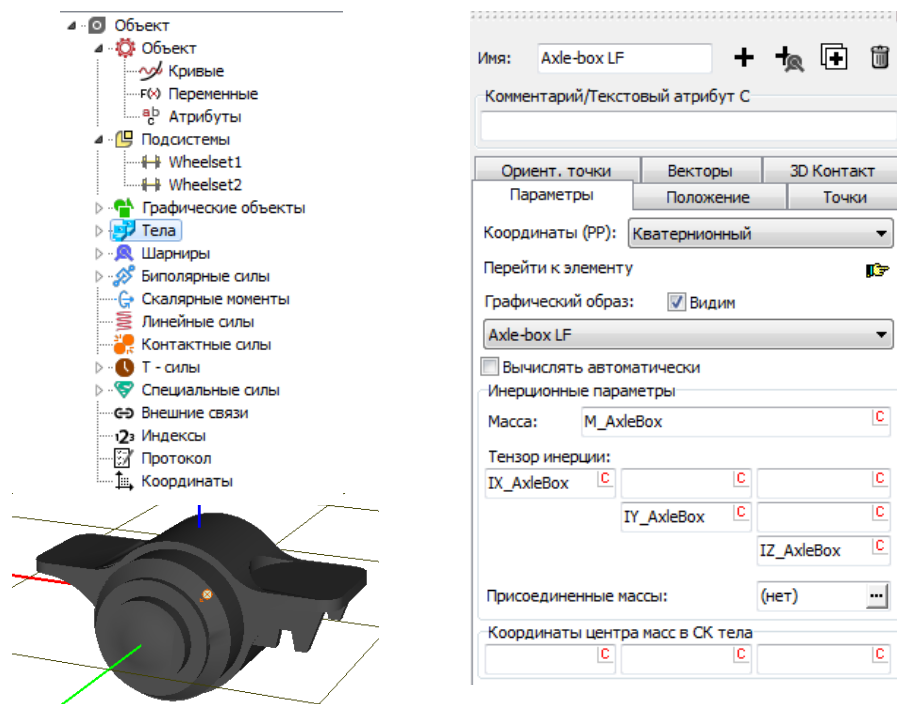

Рис. 2.12. Добавление тела: левая передняя букса
Перейдите к списку тел модели, пока пустому (пункт Тела списка элементов), рис. 2.12, слева.
- Задайте момент инерции буксы относительно оси вращения с помощью идентификатора **IY\_AxleBox = 3 кг·м2** (здесь русские буквы использовать нельзя), рис. 2.12, справа.
**Замечание** В качестве инерционных параметров для букс достаточно задать момент инерции относительно оси **Y**, как сказано выше. Вместе с тем, для интегрирования модели с помощью параллельной модификации метода Парка (**Park Parallel**) нужно также задать массу и все осевые моменты инерции (диагональные элементы тензора инерции). Поэтому, если в дальнейшем вы захотите использовать параллельную модификацию метода Парка для интегрирования уравнений движения этой модели, то инерционные параметры нужно задать так, как показано на рис. 2.12, справа. При задании в качестве инерционных параметров для буксы только момента инерции относительно оси **Y** будут доступны все методы интегрирования, кроме **Park Parallel**.
- Задайте моменты инерции буксы относительно осей **X** и **Z** с помощью идентификаторов **IX\_AxleBox = 3 кг·м2**, **IZ\_AxleBox = 3 кг·м2**, рис. 2.12, справа.